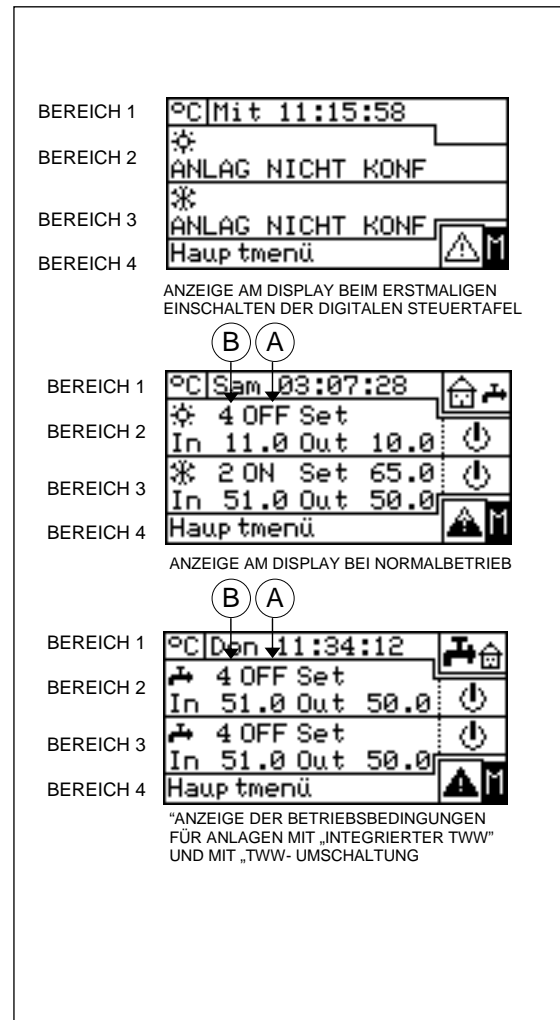

Abbildung 2 - BEISPIELE EINER HAUPT-BILDSCHIRMSEITE
- 2 - Oben rechts das Symbol  auswählen, um das Menü **“Steuerung Betrieb TWW Basis”** zu öffnen (siehe “Bereich 5” Abbildung 2 auf Seite 6).
- 3 - Etwas darunter das Symbol  auswählen, um das Menü **“Steuerung Betrieb TWW trennbar”** zu öffnen (siehe “Bereich 6” Abbildung 2 auf Seite 6).